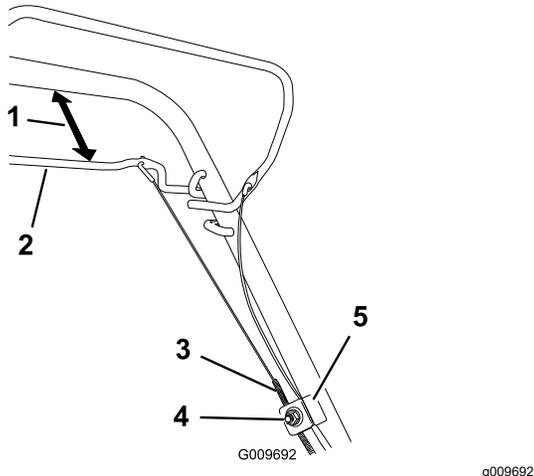

Figura 23
1. Afloje la tuerca del soporte del cable (Figura 23).
2. Sujete la barra de la transmisión autopropulsada a una distancia de 25 – 38 mm del manillar (Figura 23).
3. Tire hacia abajo de la cubierta del cable (hacia la máquina) hasta eliminar la holgura en el cable (Figura 23).